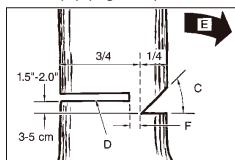

Fig. 11B
**AVERTISSEMENT :** ne passez jamais devant un arbre qui a été entaillé. Effectuez la coupe d'abattage (D) de l'autre côté du tronc, environ 1,5-2,0 pouces (3-5 cm) au-dessus du bord de l'entaille (C) (Fig. 11B)